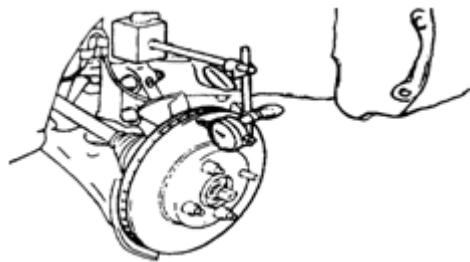

图 3—19
- (1) 临时紧固制动盘，拧紧力矩： $103N \cdot m$ 。
- (2) 用百分表，在距制动盘外缘10mm处测量制动盘的摆动，如图3—19所示。制动盘最大摆动： $0.05mm$ 。